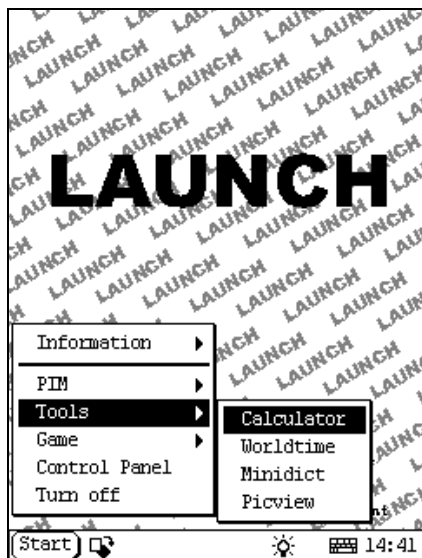

Abb. 4-04
- 3) Wählen Sie die erforderliche Funktion im Pop-up-Untermenü. (Siehe Abb. 4-04)